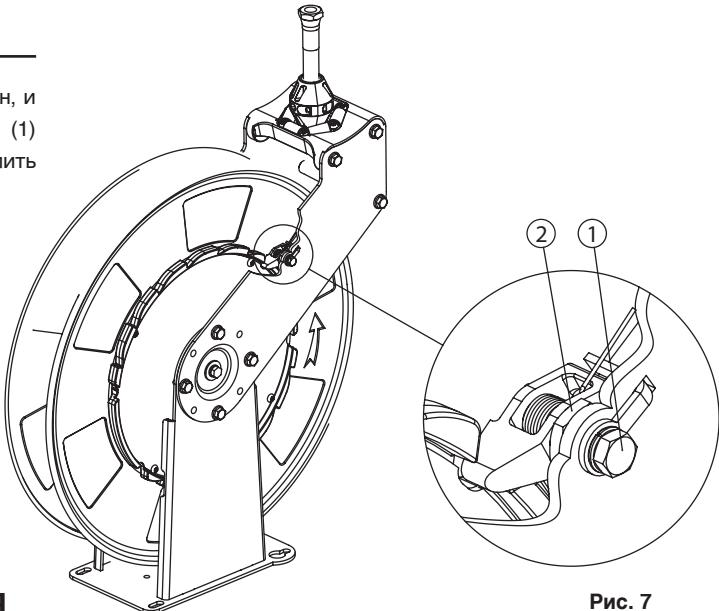

Рис. 7
- Со шлангом, полностью намотанным на намоточный барабан, и фиксатором шланга, касающимся роликов, удалить винты (1) (рис. 7), которые прижимают гайку (2) (рис. 7). Затем удалить храповик в сборе.